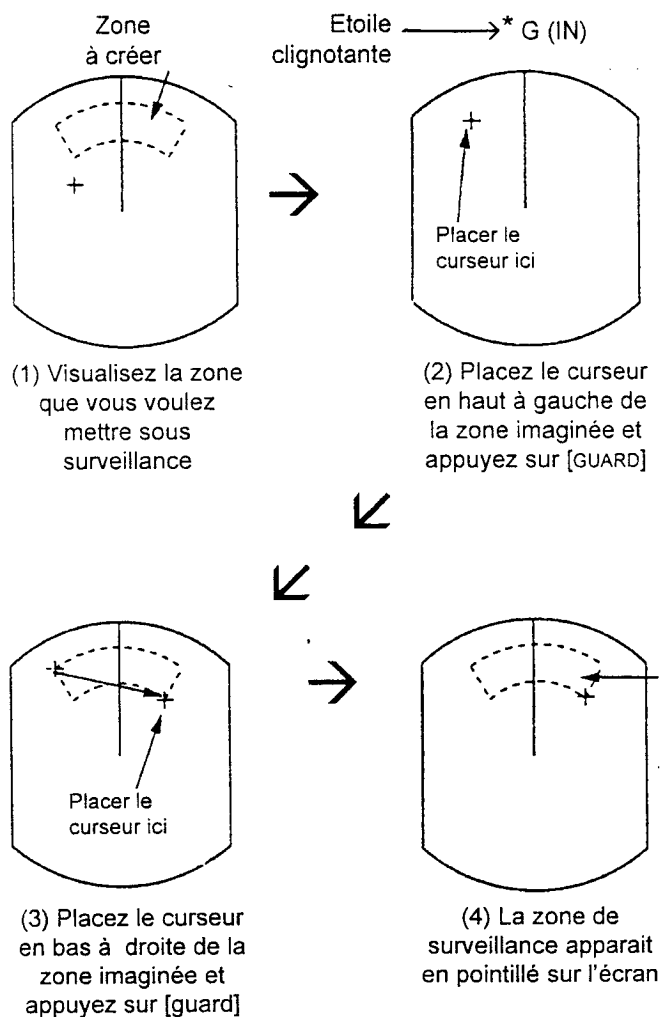

Fig. 2-14 Sélection de la zone d'alarme
1. Visualisez la zone que vous voulez mettre sous surveillance. Voir figure 2-14 (1).
2. Déplacer le curseur en haut et à gauche de la zone choisie. Appuyez sur la touche [GUARD]. *G IN (ou *G OUT), avec une étoile clignotante, est affiché en haut et à droite de l'écran. L'étoile indique que le processus est en route. Voir figure 2-14 (2).
3. Déplacer le curseur en bas et à droite de la zone choisie. Appuyez sur la touche [GUARD]. L'étoile disparaît. Voir figure 2-14 (3).
4. La zone sous surveillance apparaît en pointillé sur l'écran. Voir figure 2-14 (4).